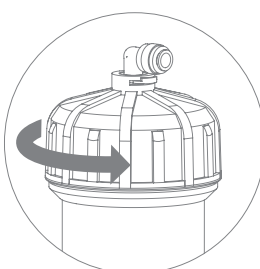
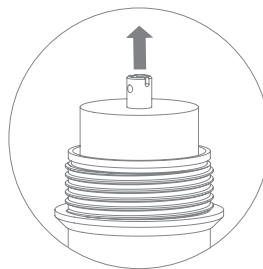

Рис. 14
Рис. 15
4. Открутите крышку корпуса мембраны (рис. 14), используя ключ из комплекта поставки, извлеките отработанную мембрану (рис. 15).